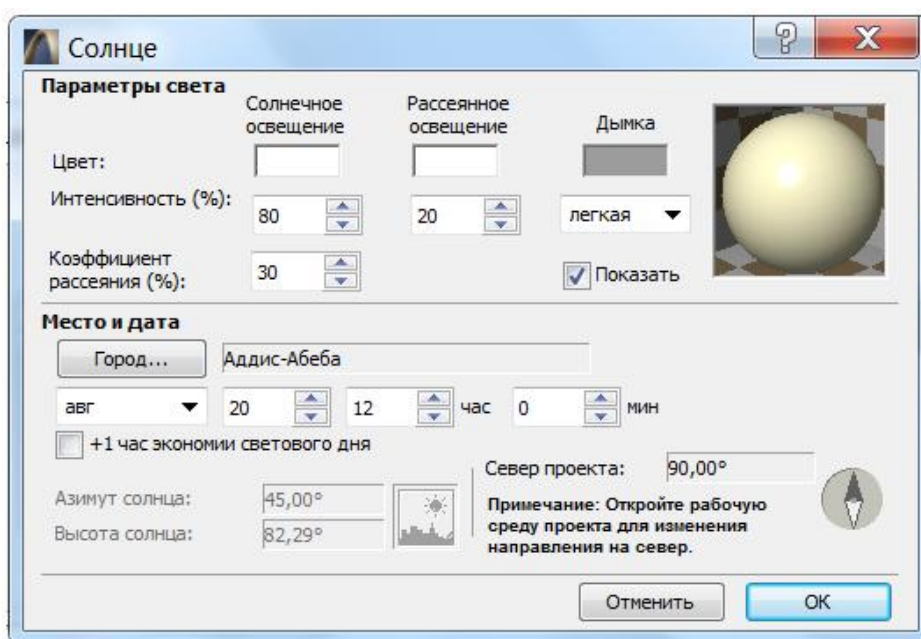

Рисунок 59 - Настройка параметров естественного освещения
*ArchiCAD* также позволяет представить трехмерное изображение проекта в естественной конкретной среде определенной местности, в определенное время года и даже в определенный час с учетом особенностей местного освещения. Для этого надо щелкнуть на панели проекций по кнопке *Солнце* и произвести в открывшемся диалоговом окне *Солнце* (рисунок 59) необходимую настройку параметров естественного освещения.